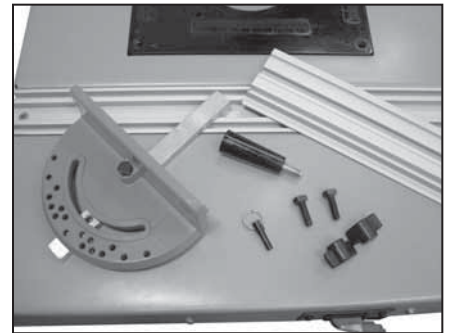

Figure 7
1. Repérer la visserie de la jauge à onglets. Voir la figure 7.